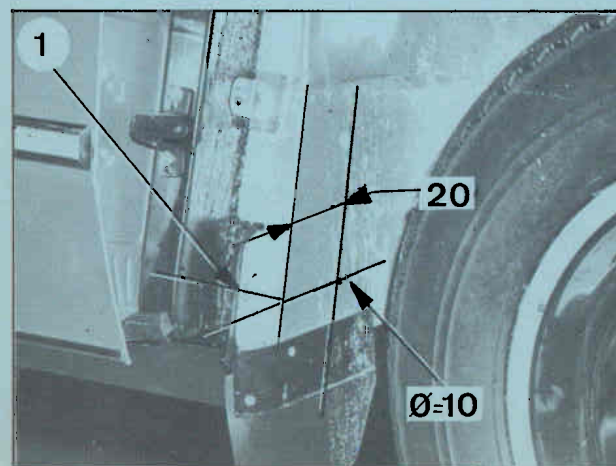

Fig. 4
d) een gat in de beschermplaten (zie afb. 4) links en rechts waarachter zich de achterste hoogteregelaars bevinden, ter hoogte van het onderste boutje waarmee deze platen op de achterste portierstijl zijn bevestigd.